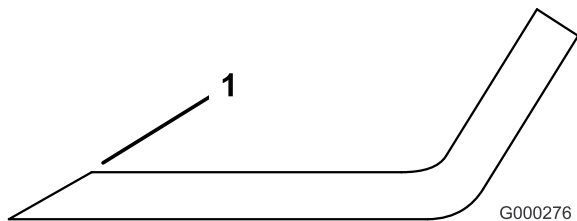

Bild 89
3. Untersuchen Sie die Schnittkanten aller Messer. Schärfen Sie alle stumpfen und ausgekerbten Schnittkanten. Schärfen Sie nur die Oberseite der Schnittkanten und behalten dabei den ursprünglichen Schnittwinkel bei, um die Schärfe des Messers zu gewährleisten (Bild 89). Das Schnittmesser behält seine Auswuchtung bei, wenn von beiden Schnittkanten die gleiche Materialmenge entfernt wird.